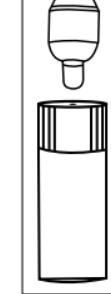

Figure 3B
3. Plaats de sondetip vlak bij het kleine gaatje (3 - 4 mm) op de lektestflacon gedurende niet meer dan 3 seconden, zoals weergegeven in afbeelding 3B, totdat een hoorbaar alarm wordt gegenereerd. Dit is een indicatie dat het apparaat correct werkt.